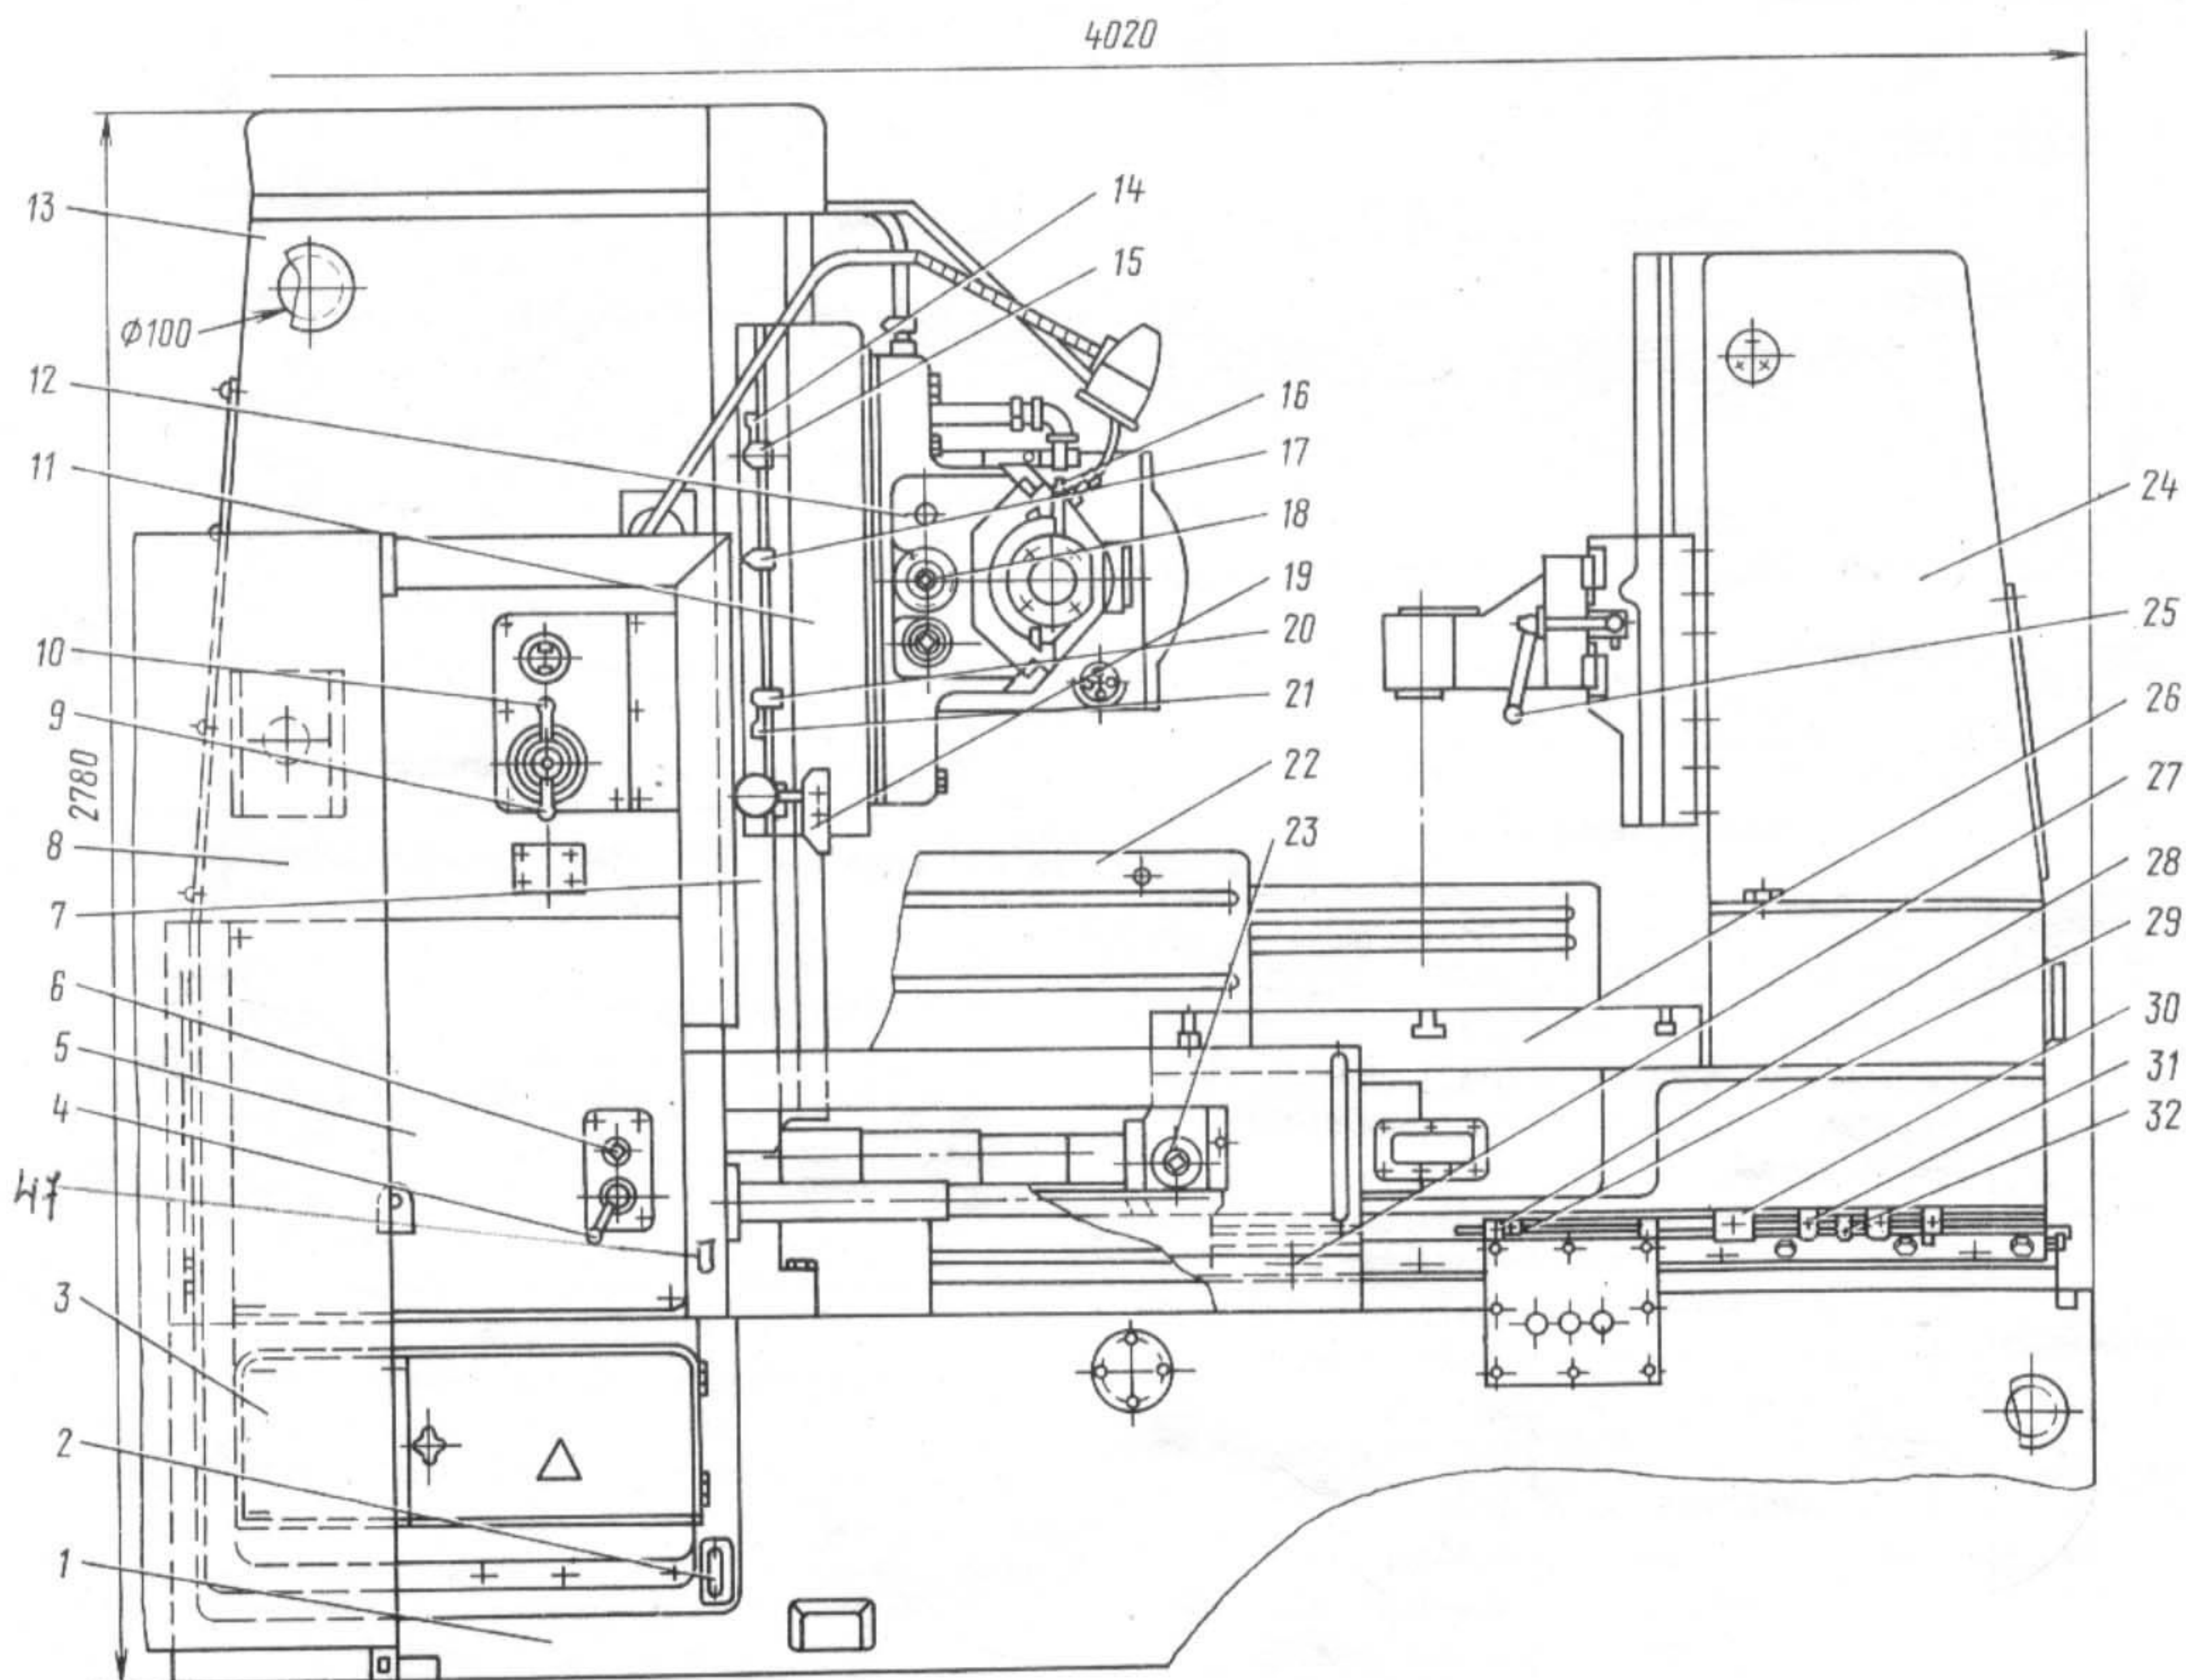

Рис. 4. Общий вид станка с обозначением составных частей и органов управления (см. также стр. 6)
4.1. Составные части станка указаны на рис. 4, а перечень составных частей приведен в табл. 2.
Номер позиции на рис. 4	Наименование